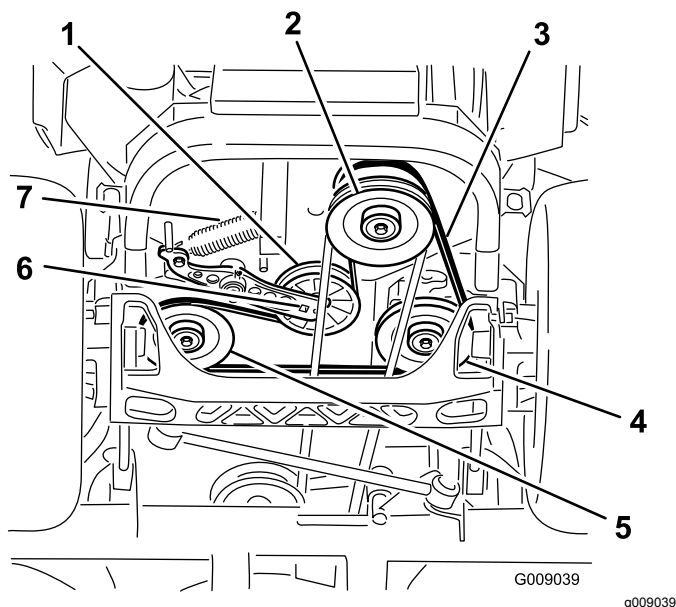

Figure 82
4. Soulevez la machine sur des chandelles (Figure 82).
5. Insérez un rochet dans le trou carré du bras de la poulie de tension pour déposer le ressort de la poulie de tension (Figure 82).
6. Décrochez le ressort de tension sur le cadre (Figure 82).
9. Insérez un rochet dans le trou carré du bras de tension pour installer le ressort de la poulie de tension sur le cadre (Figure 82).